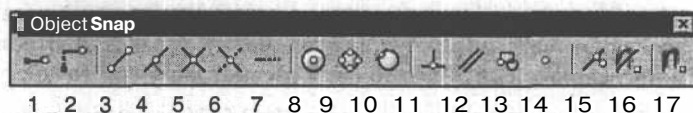

Рис. 3.5. Панель инструментов объектной привязки к точкам объектов
- ☐ щелкнуть мышью на кнопке с выбранным способом привязки на панели инструментов **Object Snap** (Объектная привязка) (рис. 3.5).